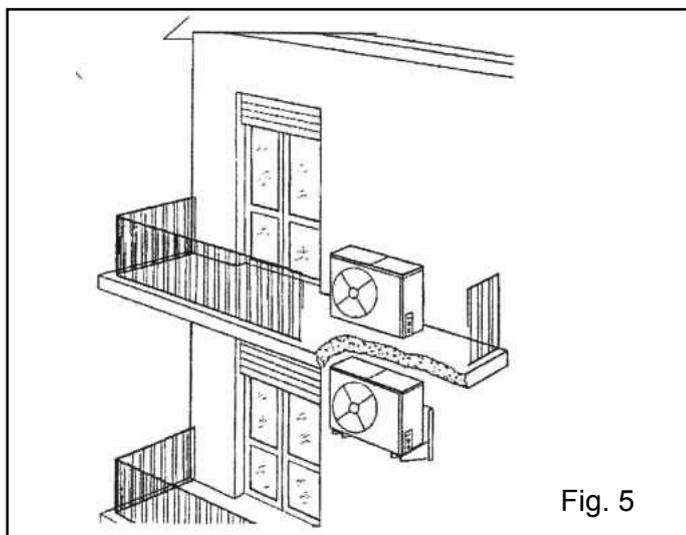

Fig. 5
B) evitare l'installazione negli angoli dove è solito depositarsi della polvere, foglie e quant'altro possa ridurre l'efficienza degli scambiatori ostruendo il passaggio dell'aria (Fig 5).